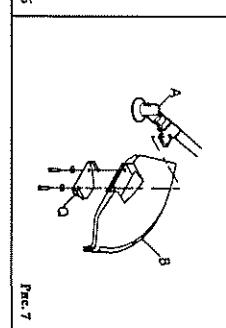

Рис. 7
**4. Установка защитного оборудования (Рис. 7)**